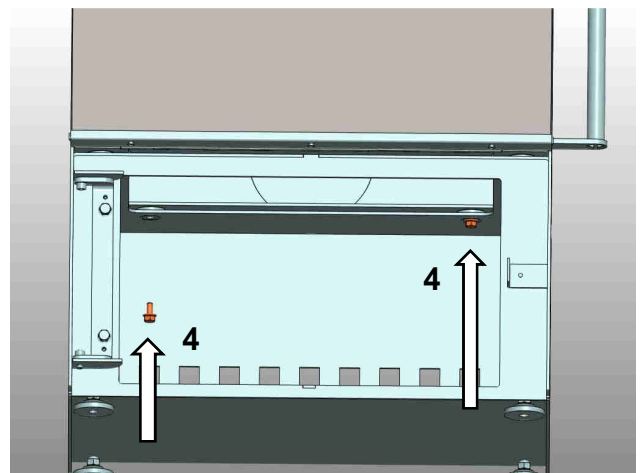

Abb. 14: Verschraubung Sockel mit Casa
3. Nach Platzierung auf dem Sockel, Ofen mit Hilfe der 2 Schrauben [4] hinten von unten festschrauben (Abb. 14).